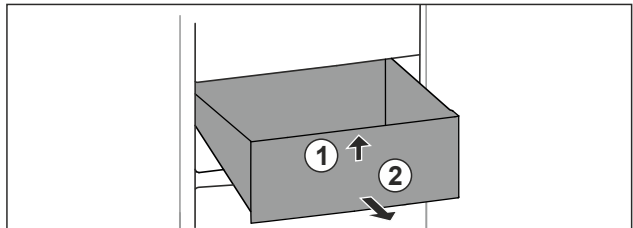

Fig. 26
- ▶ Løft skuffen foran. Fig. 26 (1)
- ▶ Ta ut skuffen framover. Fig. 26 (2)